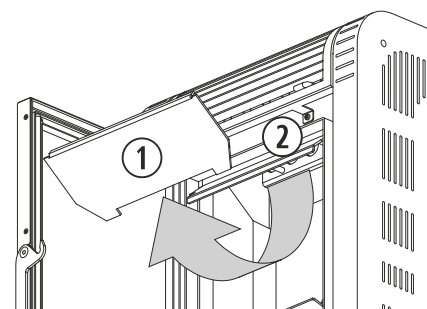

Figura 17
Nei modelli *Moon* (figura 17) e *Basic*, si deve realizzare un'operazione di pulizia totale dello scambiatore di calore (②), quest'operazione dovrà essere eseguita settimanalmente. Per avere un miglior accesso allo scambiatore e poter pulirlo di forma esaustiva, nei modelli *Moon* e *Basic* dobbiamo spingere verso l'alto la placca superiore del focolare (①), fino a disinnestare i pannelli che la fissano alla placca centrale e tirarla. Al termine, collochiamo di nuovo la placca superiore assicurandoci che i piedini rimangano correttamente incorporati.
①	Placca superiore del focolare.
②	Scambiatore di calore.